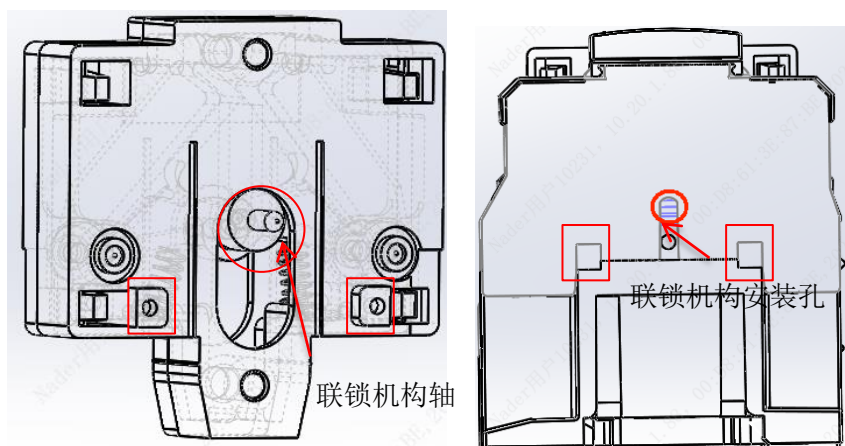
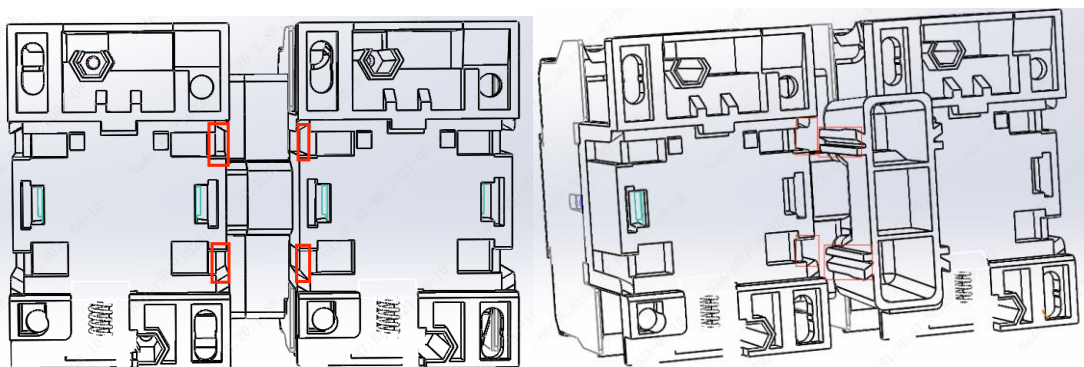

图 2
图 3
3.2 把联锁机构轴与接触器孔进行配合安装，同理，联锁机构另一轴安装在另外一台接触器的安装孔内，再将联锁固定塞座安装到二台接触器的底部卡槽内，用力按下即可 如图 2 及图 3 所示